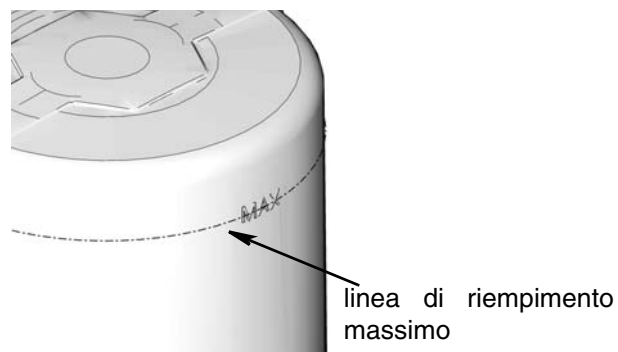

FIG. 12
- Non riempire troppo (FIG. 12).